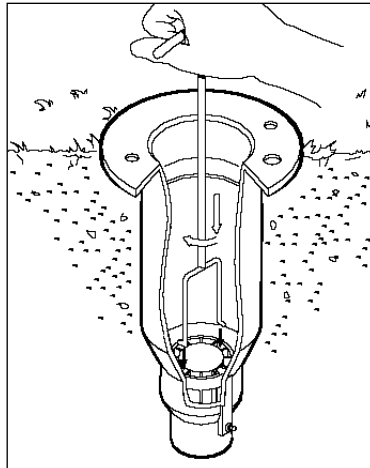

Figura 4
2. Utilice la herramienta para extracción de la válvula (N/P 995-08) para sacar el conjunto de la válvula de la base del cuerpo del aspersor. La Herramienta de Extracción de la válvula se inserta al cuerpo del aspersor y se empuja por los rebordes de la válvula hacia la parte inferior de la válvula. Un leve giro encajará la herramienta en la válvula permitiendo la extracción de la misma, desplazándola hacia arriba y hacia afuera. (Vea **Figura 4.**)